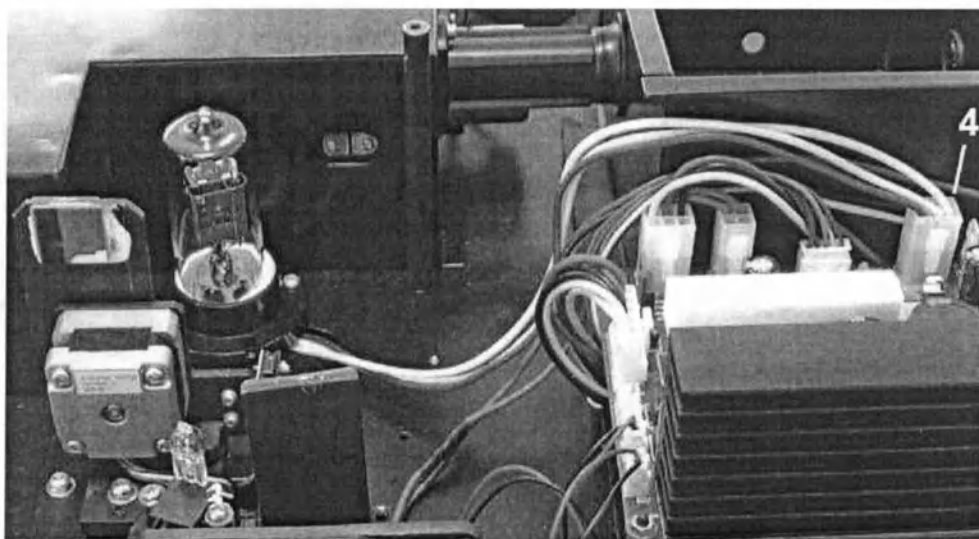

Рисунок 10 – Дейтериевая лампа.
- 6) Открутите два винта, крепящие крышку лампы и снимите ее (Рис. 10, поз. 4);
- 7) Отсоедините от платы питания белый разъем лампы, к которому подходит 3 провода. Запомните правильное положение разъема (Рис. 10, поз. 4).
- 8) Отвинтите и снимите два винта, крепящих фланец дейтериевой лампы (Рис. 10, поз. 1 и 2). Аккуратно извлеките лампу, потянув за ее фланец (поз. 3 на рисунке 10 это позиционирующий болт, его отвинчивать не нужно).